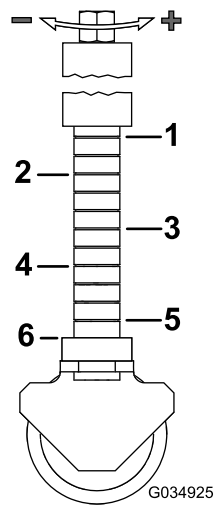

Figura 28
**Nota:** Fate riferimento a Figura 28 per le impostazioni dell'altezza di taglio.